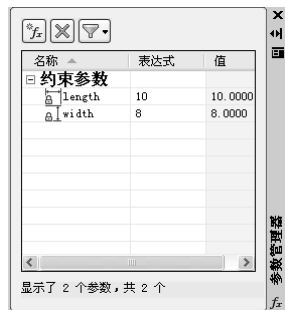

图 11-33 “参数管理器”面板
(6) 在“块编辑器”窗口的上方单击“参数管理器”图标，打开“参数管理器”面板，修改各个变量的名称，结果如图 11-33 所示。